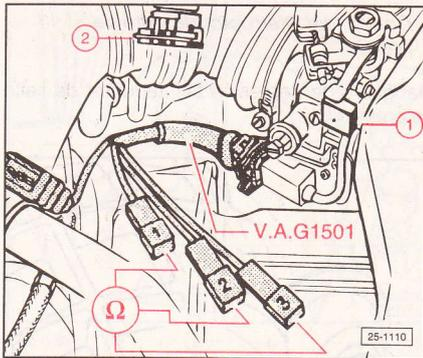

Fig. 4.73
Comprobar la tensión entre el enchufe (2) del cable de medición V.A.G 1501 y masa (-) con ayuda del multímetro de mano V.A.G 1526 y, en su caso, los conductores auxiliares de V.A.G 1594 (Fig. 4.73).
Conectar el cable de medición V.A.G 1501 sólo al interruptor de la válvula de mariposa (1) (queda libre el ramal de cables del motor (2)) (Fig. 4.73).